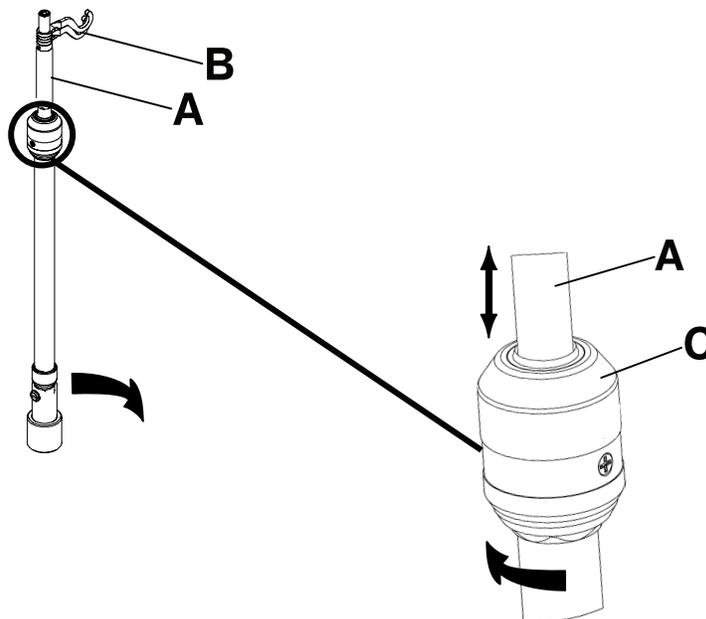

Figure 120 : Utilisation du support de perfusion
3. Pour élever la hauteur du support, tirer sur la partie télescopique (A) jusqu'à ce qu'il s'enclenche en position complètement dépliée (Figure 120 à la page 114).
4. Faire pivoter les crochets de suspension des poches de perfusion à la position voulue et suspendre les poches (B) (Figure 120 à la page 114).
5. Pour abaisser le support de perfusion, tourner le verrou (C) jusqu'à ce que la partie télescopique s'abaisse (Figure 120 à la page 114).